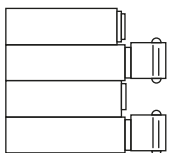

Figura 10
- La tubería debe ser apilada con las campanas y las espigas alternadas. Cada cama será compuesta por tubos orientados alternadamente, de modo que las campanas sobresalgan completamente de las espigas de los otros tubos (Figura 10).